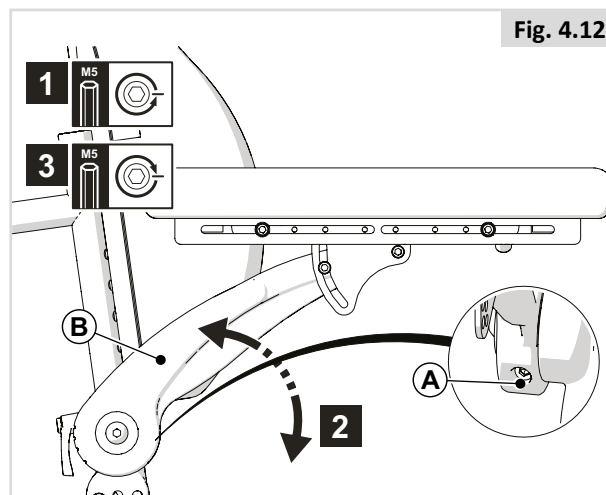

Fig. 4.12
#### PARTE 1 (Fig. 4.12)
Para alcanzar el tornillo trasero en las alturas más bajas del reposabrazos, afloje los tornillos (A) de la Fig. 4.12 y ajuste el ángulo del almohadillado.